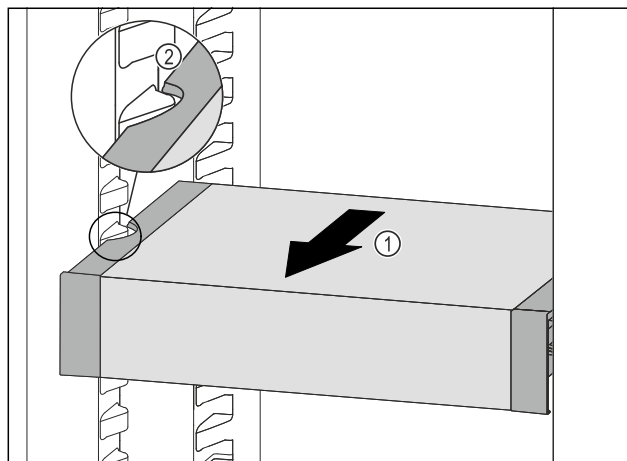

Fig. 63
- Тяните VarioSafe вперед Fig. 63 (1), пока боковые выемки VarioSafe не окажутся на высоте выступа резервуара в холодильном отделении. Fig. 63 (2)